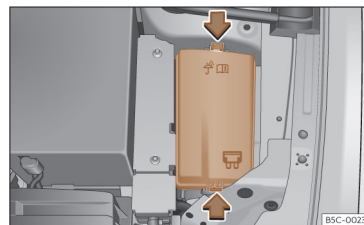

**Fig. 220** No compartimento do motor: tampa da caixa de fusíveis.
- Pressione as patilhas de bloqueio para desbloquear a tampa da caixa de fusíveis >>> **Fig. 220.**